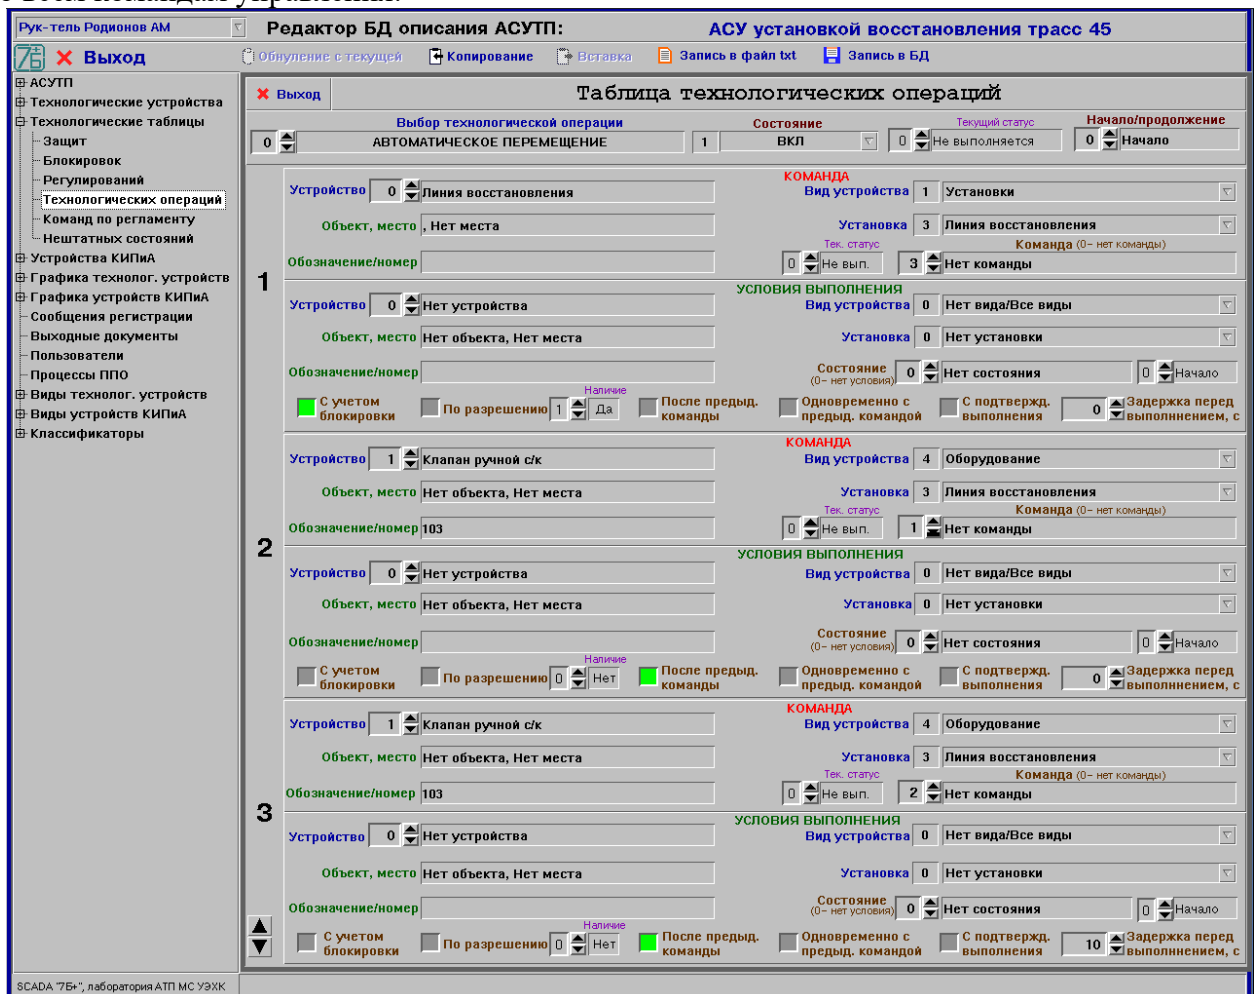

Рисунок 28 – Окно редактирования таблицы технологических операций
8.18.1 После выбора в иерархическом списке темы «Технологических операций» (группа тем «Технологические таблицы») на экране будет отображено окно редактирования таблицы технологических операций (см. рис. 28).